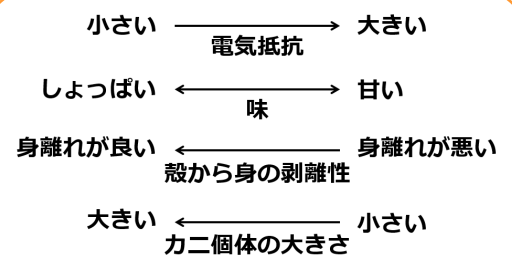

図 2 カニの電気抵抗値と各種パラメータの関係（イメージ）
- 電気抵抗が大きい個体は甘味アミノ酸が多い一方、電気抵抗が小さい個体は食塩含量が多く、消費者の好みに合わせたカニを提供することができます（図 2）。
- 味以外にも、身離れの良さなど他の項目についても関連する傾向がありました（図 2）。これを利用してカニ加工品に応用できる可能性も示されました。